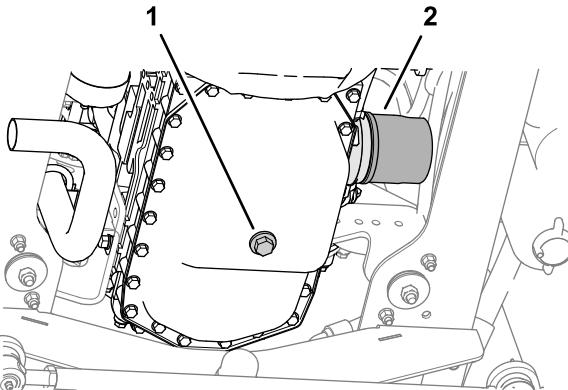

Figura 53
1. Togliete il tappo di spurgo e lasciate defluire l'olio in una bacinella (Figura 53).